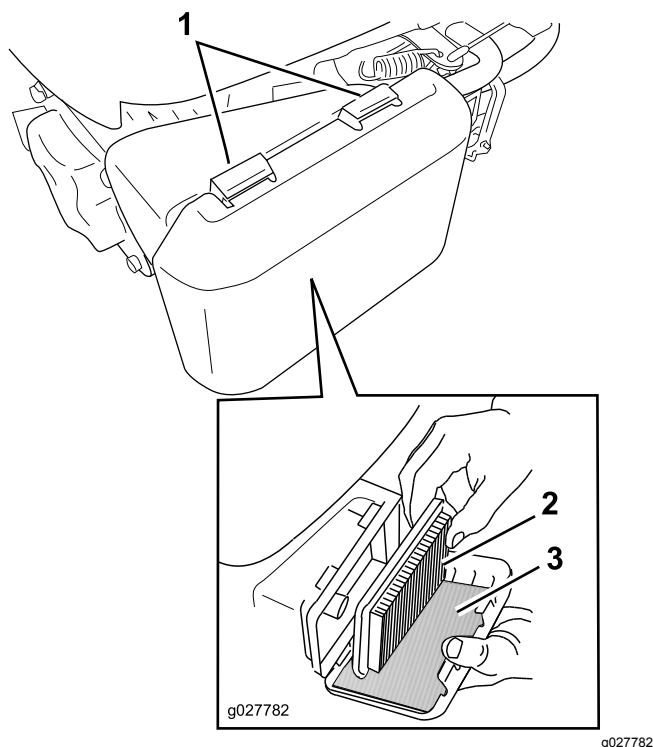

図 31
1. エアフィルタカバーの上部についているラッチのタブを押す 図 31。
3. ペーパーエアフィルタとスポンジ製プレフィルタを外す 図 31。